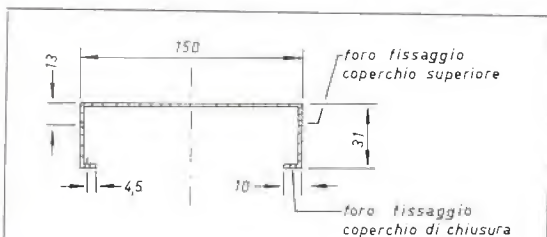

figura 4
1) Il telaio in ferro verniciato (spessore 1 mm) avente un piano superiore di 260 x 150 mm e quattro fiancate di 310 mm piegate ad angolo retto e saldate l'una all'altra in modo da formare un tutto unico col piano superiore. Ciascuna delle quattro fiancate ha un bordino di 10 mm ulteriormente piegato come indicato in figura 4 e avente i fori per il fissaggio del pannello di chiusura.